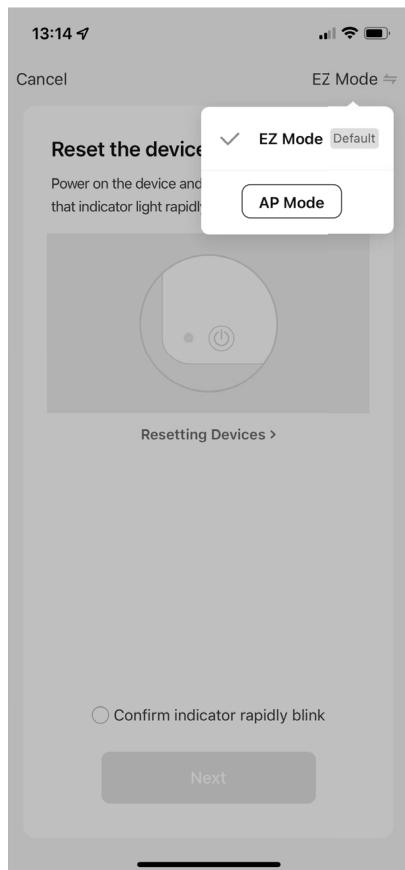

Fig. 5
- ▶ Selezionare l'opzione **MODALITÀ AP** nella finestra di selezione (**vedere la fig. 5**).